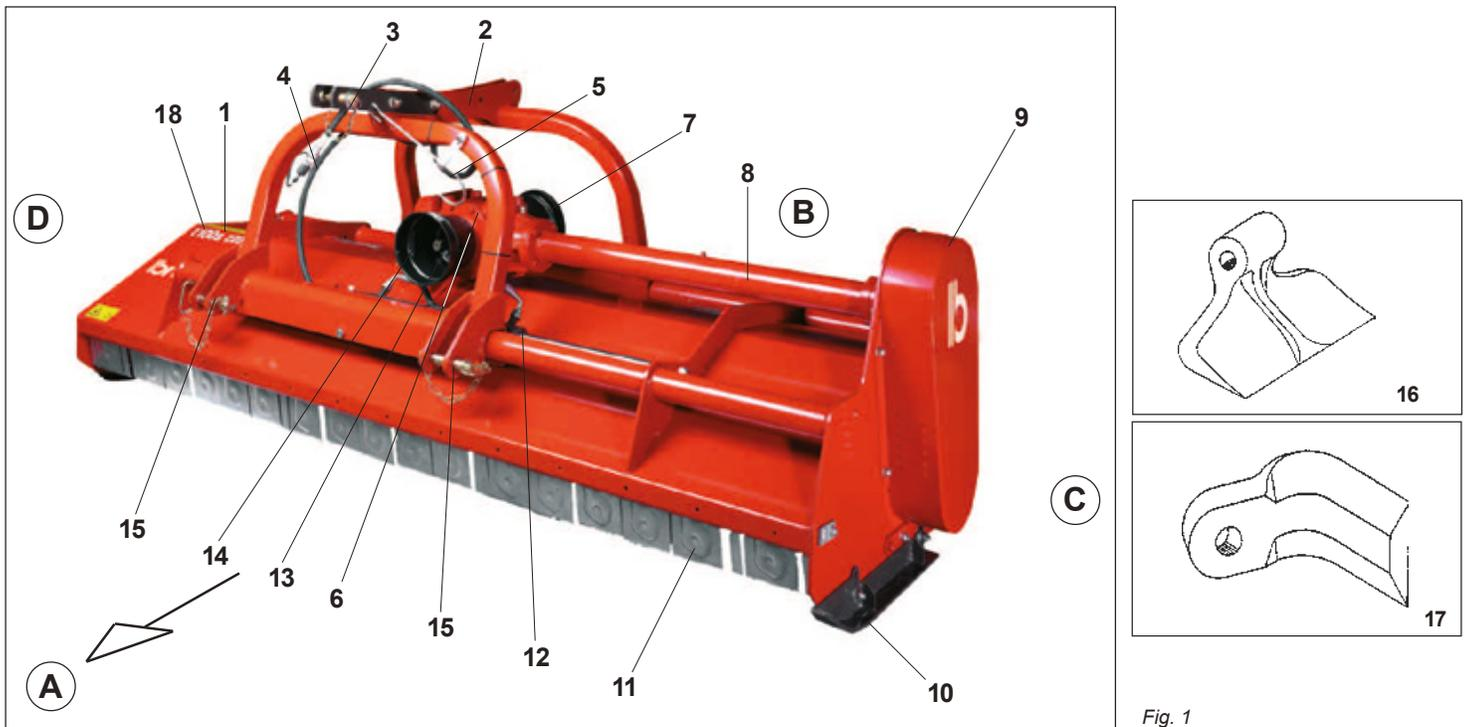

Fig. 1
La Picadora turbo 100sr-110sr, está constituida principalmente por una estructura metálica que comprende un armazón central con enganches de tres puntos (2 Fig. 1), por un rotor equipado con martillos (16 Fig. 1), o cuchillas (17 Fig. 1), situado en la parte inferior y que recibe el movimiento de una transmisión de correas situada lateralmente (9 Fig. 1). La energía para el funcionamiento de la máquina es transmitida por el tractor mediante un eje cardán (con marca CE) que se acopla centralmente en la toma de fuerza (13 Fig. 1) del grupo multiplicador (6 Fig. 1) y por la consiguiente transmisión al rotor porta-utensilios, mediante las correas de la transmisión lateral (9 Fig. 1).
- **CUCHILLAS O AZADAS UNIVERSALES** (17 Fig. 1) para el corte de prados y para la trituración de cultivos livianos como: cebada, avena, trigo, etc.
- **MARTILLOS (16 Fig. 1)** para el corte de maleza y la trituración de podados en las plantaciones frutales, las viñas, las alamedas, etc.
LEYENDA Fig. 1
Cada máquina tiene una placa de identificación (18 Fig. 1) con los siguientes datos: